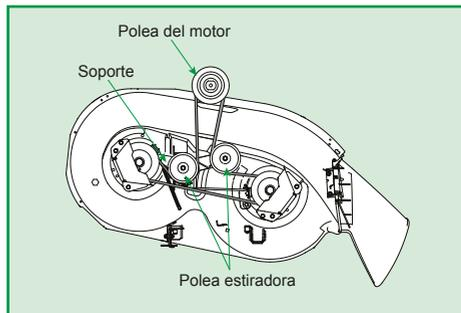

Figura 29
6. Recolecte la nueva correa en todas las poleas como exhibido en la Figura 29;